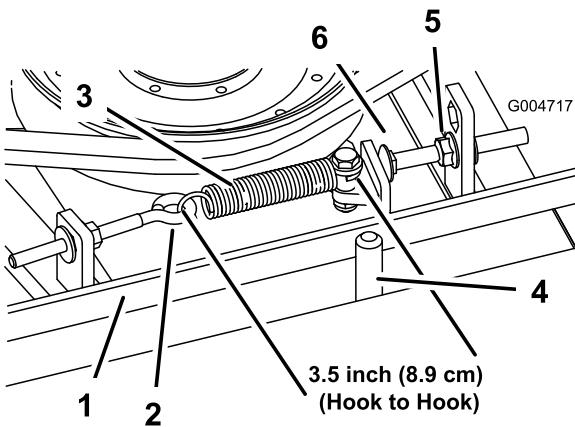

Figura 69
Quando la tensione è corretta, la misura interna della molla di prolunga (da gancio a gancio) deve essere circa 8,3 cm - 9,5 cm. Quando la tensione della molla è giusta, regolate il bullone di arresto (bullone a testa tonda) fino ad ottenere un gioco di 2 - 5 mm tra la testa del bullone ed il braccio di rinvio (Figura 69).
**Nota:** Verificate che la cinghia si trovi dal lato molla del guidacinghia (Figura 69).
9. Collegate la molla di prolunga (Figura 69) al bullone ad occhio e tendete la cinghia come segue:
2. Allentate il bullone ad occhio per consentire la rimozione della molla di prolunga (Figura 69).
3. Allentate il dado flangiato che fissa il bullone di arresto all'aletta di montaggio e spostate la puleggia tendicinghia dalla cinghia per rilasciare la tensione (Figura 69).